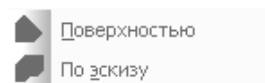

Рис. 2.26. Всплывающее меню пункта **Сечение** выпадающего меню пункта **Операции**
- **Сечение** вызывает всплывающее меню, показанное на рис. 2.26.